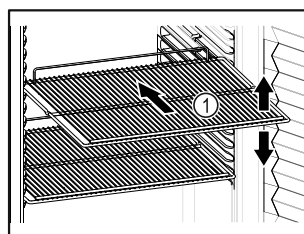

Fig. 60 Voorbeeld
- ❑ Indien de legroosters Fig. 60 (1) verplaatsbaar zijn, deze aan de hoogte aanpassen.